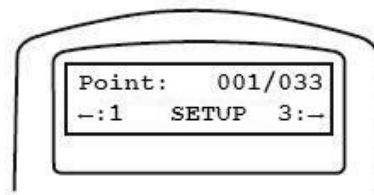

Fig. 33
- Ao pressionar a tecla 2, você fará as exposições manualmente. A montagem irá pedir-lhe para iniciar o alinhamento. Quando o fizer, a montagem irá à posição primeira imagem. O visor ficará similar ao da fig. 33. Você pode então tirar a foto com o disparador da câmera. Pressione 3 no controle da mão para ir à nova posição de imagem para tirar a foto manualmente. Continue esse processo até que todas as imagens foram tomadas. A qualquer momento, se você quiser voltar e refazer qualquer um dos pontos de imagem, você pode pressionar 1 para percorrer os pontos na ordem inversa.